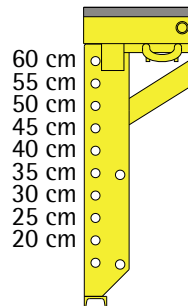

Abb.25
2. Zweite Einheit an der schon stehenden Einheit mit Gripbolzen und Federsteckern befestigen. Die Verbindungslöcher zu den jeweiligen Querschnitten sind aus Abb. 25 ersichtlich.